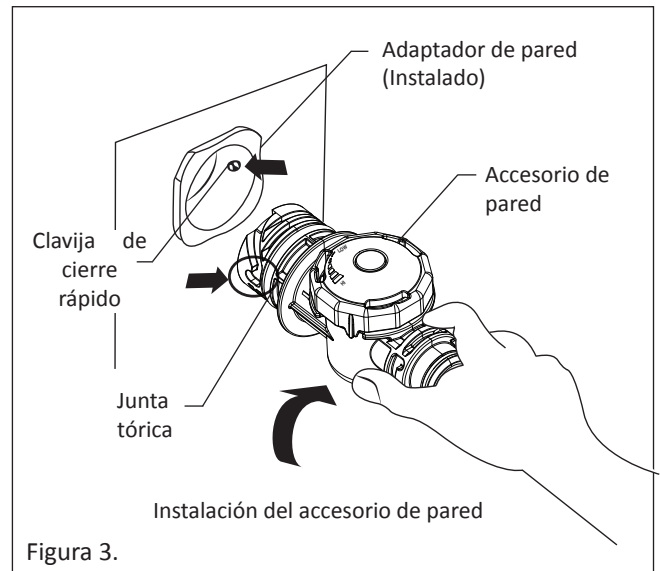

Figura 3.
4. Inserte el adaptador de accesorio de pared en el conducto de retorno enroscado 1-1/2" NPT. Apriete manualmente hasta que esté ajustado. Véase figura 3.
5. Alinee el accesorio de pared con la clavija de cierre rápido dentro del adaptador de pared. Empuje el accesorio de la pared en el adaptador hasta que toque el fondo de la pared. Gire $\frac{1}{4}$ en el sentido horario para bloquear el accesorio de pared. **Tire suavemente hacia afuera para un mejor ajuste y así engazar las clavijas de cierre rápido.** Véase la figura 3.